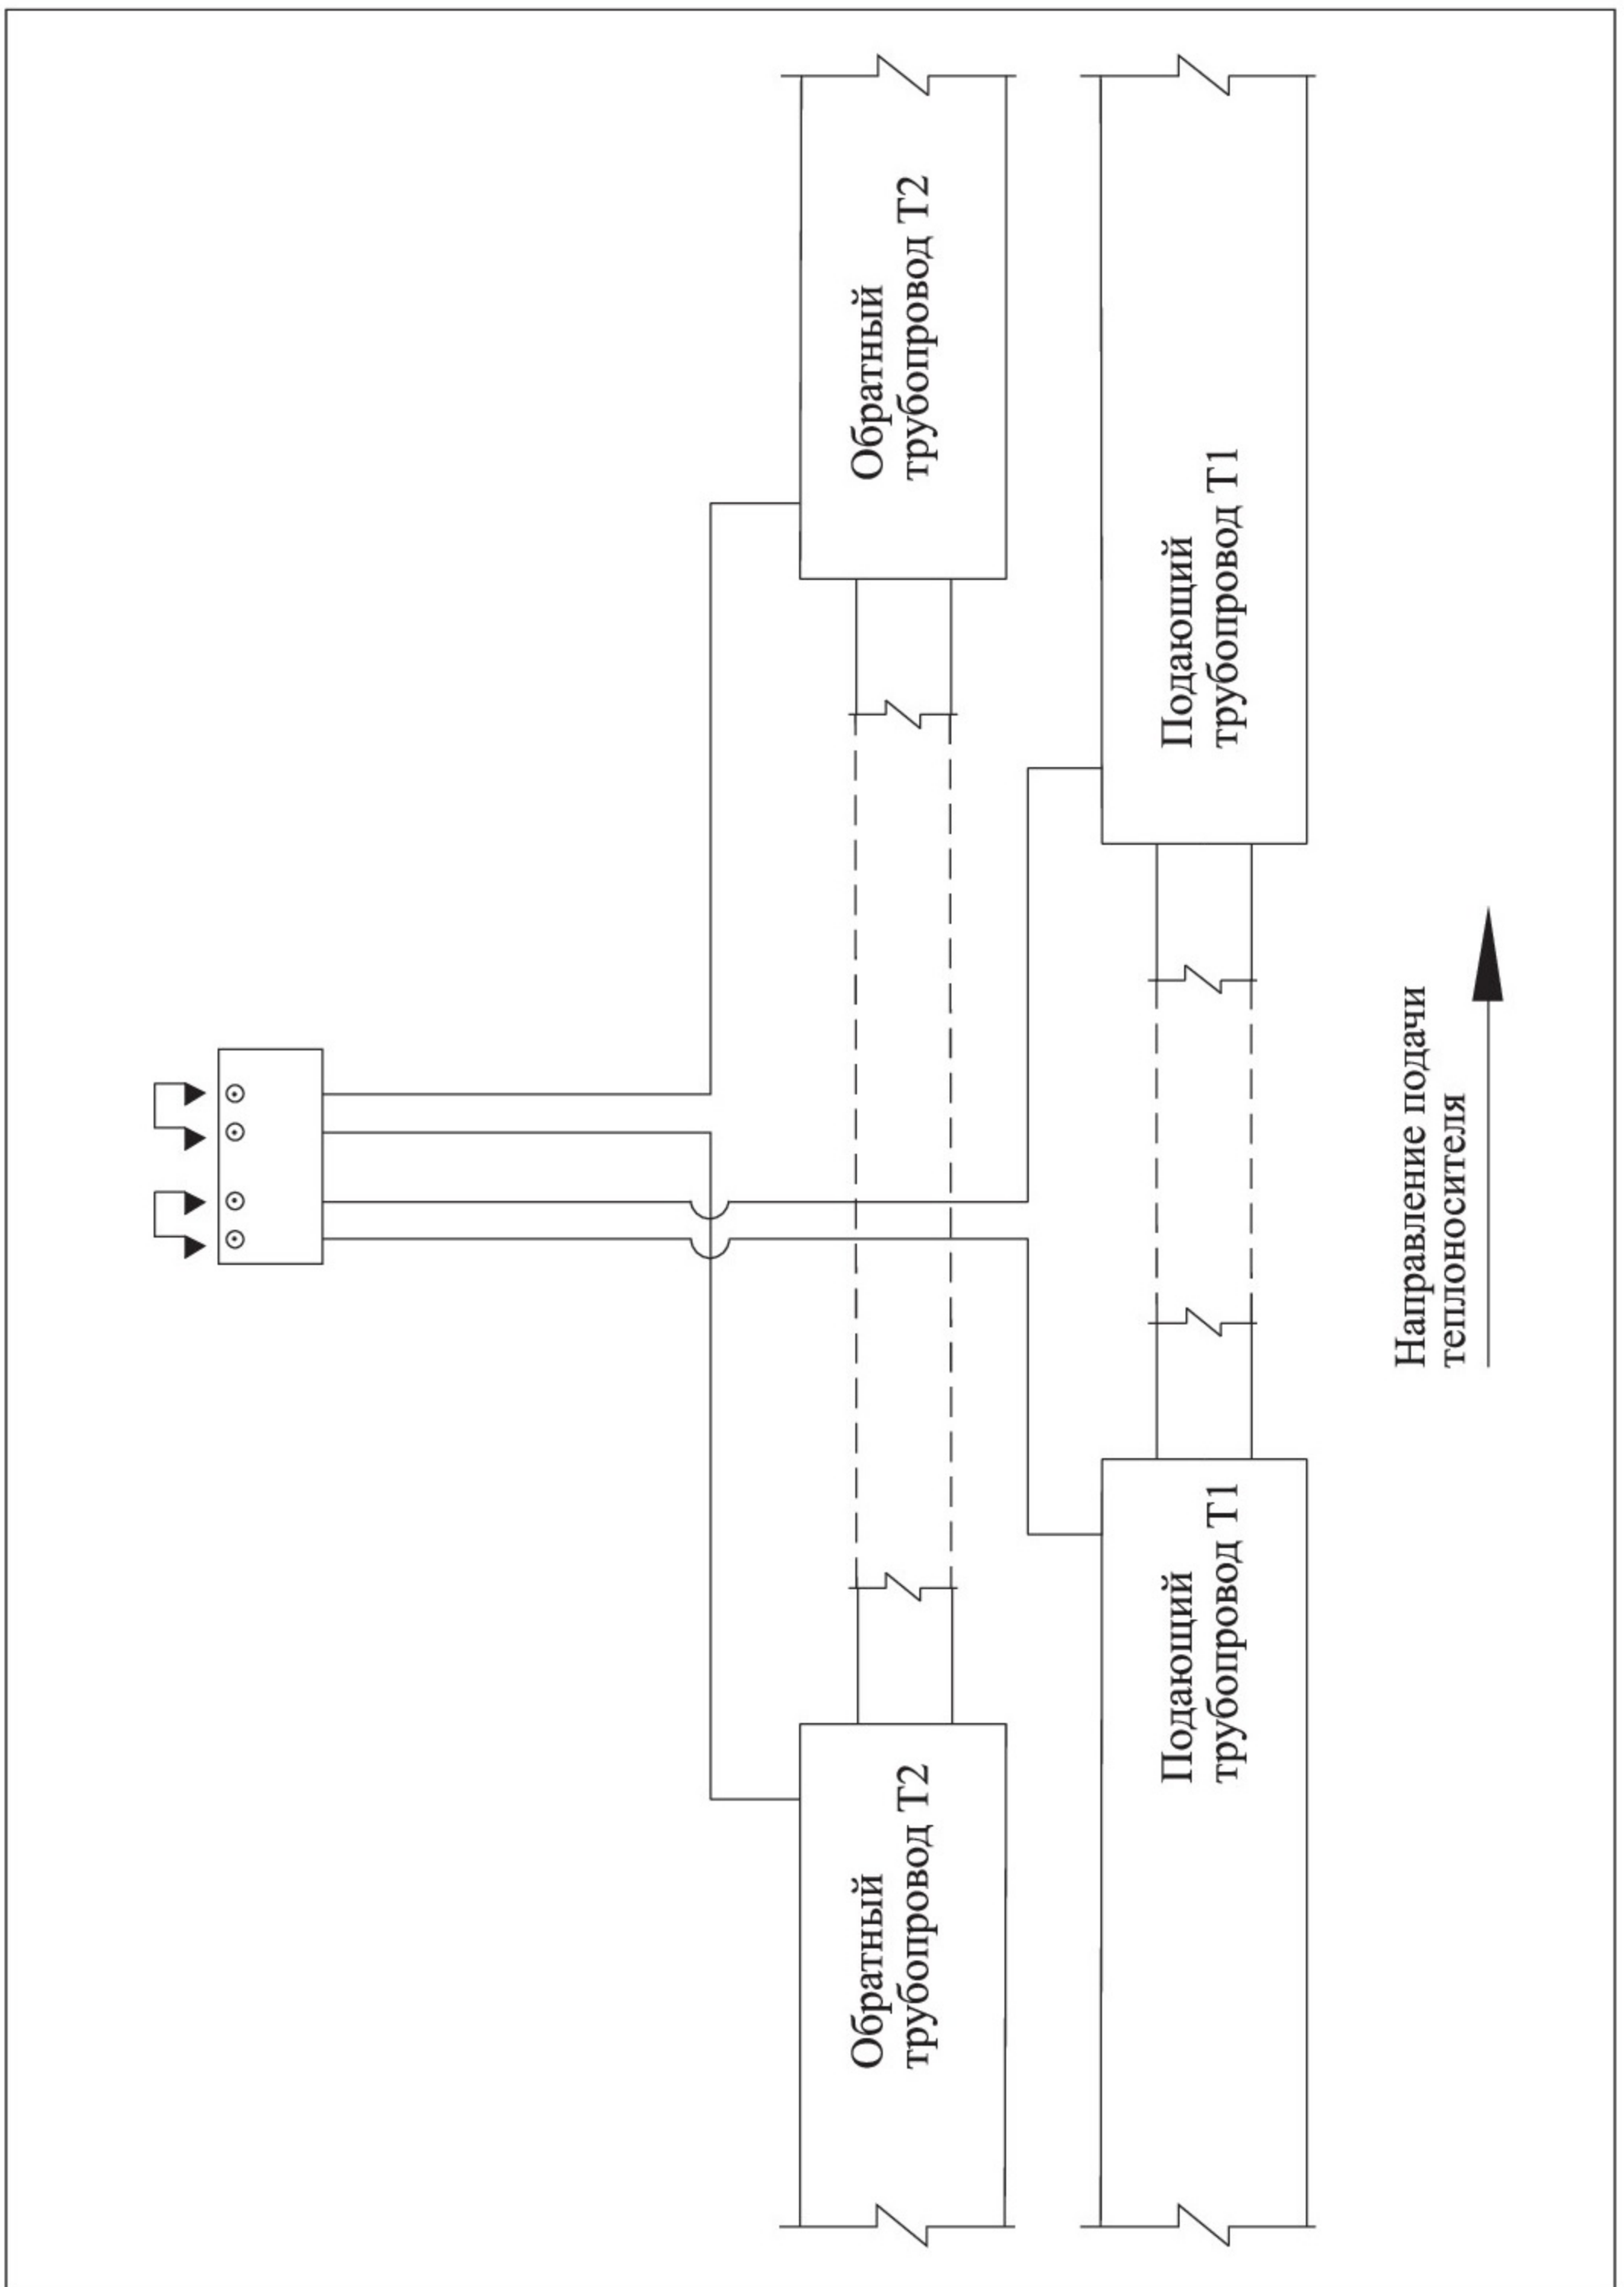

Рис. 4 Разъединение/закольцовка двух независимых двухтрубных систем ОДК
- 2.3. Разъединение/закольцовка двух независимых двухтрубных систем ОДК, сходящихся с двух сторон в тепловой камере или другом объекте - **Рис. 4, 9.**